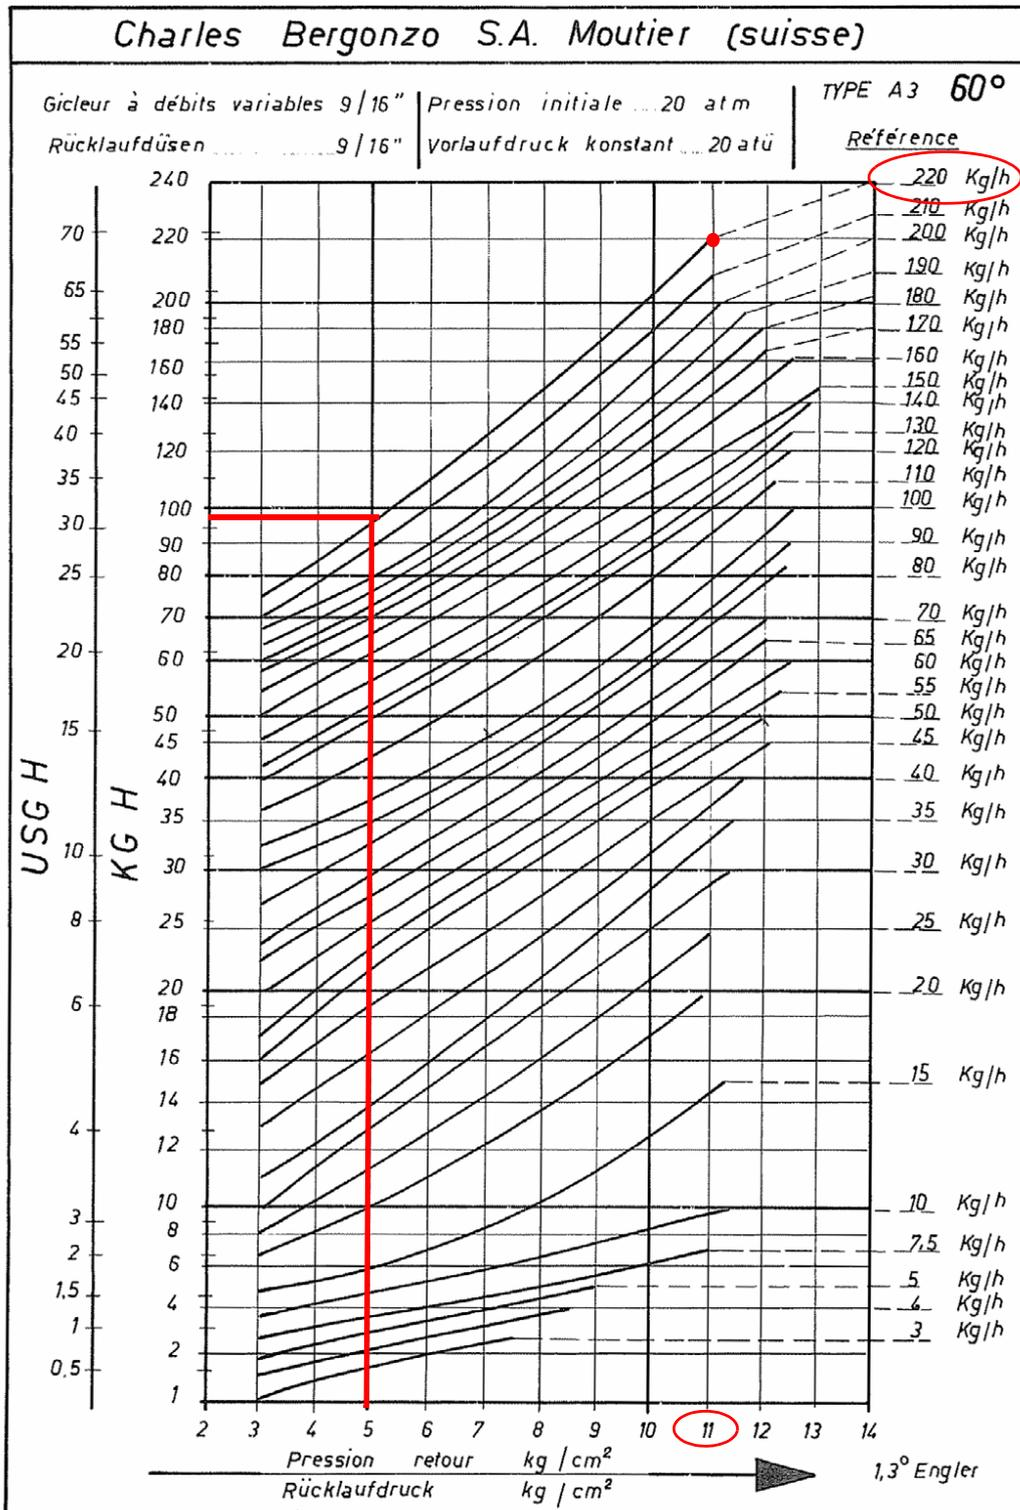

Fig. 25
La portata del gasolio viene regolata scegliendo un ugello (del tipo a riflusso) di dimensione adatta alla potenza della caldaia/utilizzo e tarando le pressioni di mandata e di ritorno secondo i valori riportati in tabella e nel diagramma di Fig. 25 (per la lettura delle pressioni consultare i paragrafi successivi).
**Esempio:** se si ha in dotazione un ugello Bergonzo, con portata di 220 kg/h, si regola la pressione massima sul ritorno a 11 bar, alimentando a 20 bar in mandata: si ottiene una portata di 220 kg/h. Se, invece la pressione di ritorno che si vuole è di 5 bar, si deve agire sulla vite di regolazione del regolatore di pressione (vedi Fig. 25).